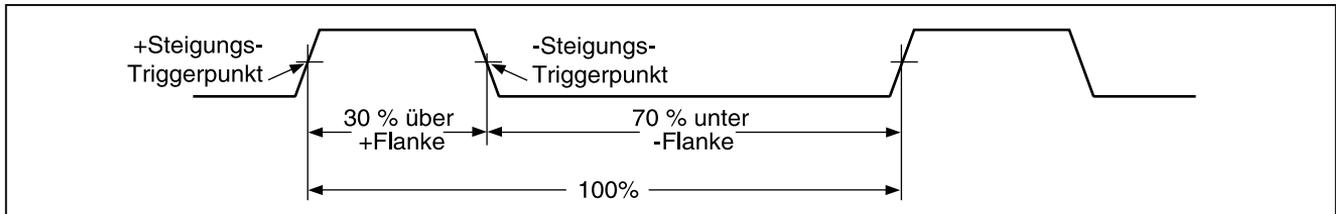

Abbildung 9. Komponenten der Tastgradmessungen
Zur Frequenzmessung das Messgerät mit der Signalquelle verbinden und dann  drücken. Durch Drücken von  wird die Steigung des Schwellenwertes zwischen + und - umgeschaltet und in einem Symbol auf der linken Anzeigenseite angezeigt (siehe Abbildung 9 unter „Messen des Tastgrads“). Drücken von  stoppt und startet den Zähler.
Tastgrad ist der Prozentsatz von Zeit (Impulsdauer zu Impulsperiodendauer), währenddem ein Signal oberhalb oder unterhalb eines Triggerpegels liegt (siehe Abbildung 9). Der Tastgradmodus ist zum Messen von „Aus“-Zeit oder „Ein“-Zeit der Logik und Schaltsignalen optimiert. Systeme wie elektronische Kraftstoffeinspritzsysteme und unterbrechungsfreie Stromversorgungen werden durch Impulse variierender Breite gesteuert, die durch Messen des Tastgrads geprüft werden können.
2. Ein zweites Mal auf  drücken, um den Tastgrad des Signals zu bestimmen. Auf  drücken, um die Messung der negativen oder positiven Signalkontinuität festzulegen, siehe Abbildung 9.